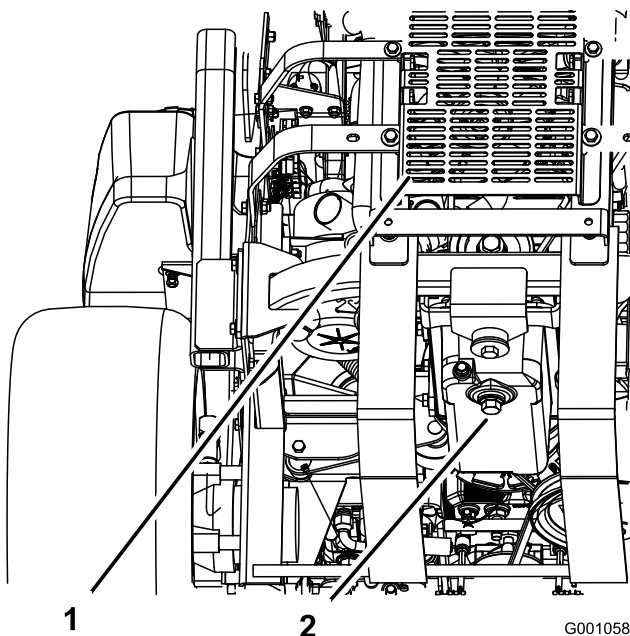

Bild 34
5. Stellen Sie eine Auffangwanne unter die Ölablassschraube. Entfernen Sie die Ablassschraube (Bild 34) und lassen das Öl vollständig ablaufen.